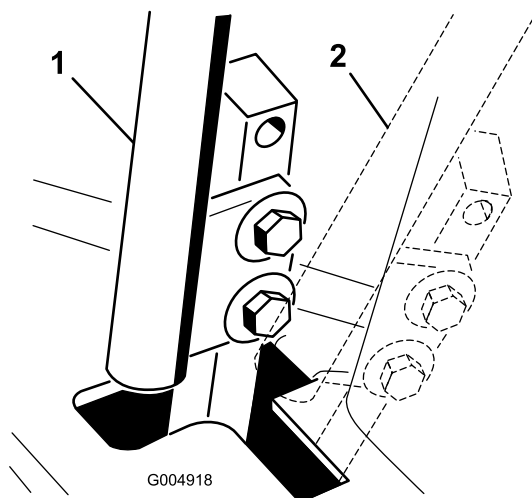

Figura 64
4. Mettete una leva in folle **senza bloccarla** (Figura 64).
- Controllate dove la leva di comando corrisponde alla tacca nella console (Figura 64). Dev'essere al centro, e consentire lo spostamento della leva verso l'esterno, in posizione di bloccaggio in folle.